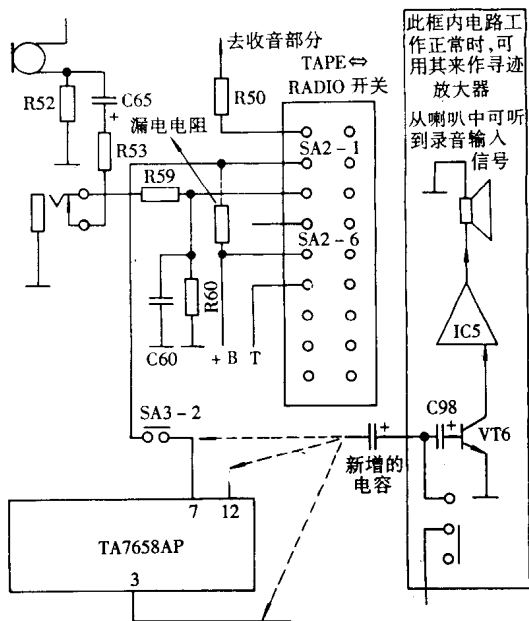

图 83
(1)按图 83 中虚线所示的方法在电容 C98 负极端外接一只 $4.7\mu\text{F}/10\text{V}$ 的电解电容。
(2)将外接电容的负极接到 TA7658AP 输出端③脚拾取一信号,这时从喇叭中可以听到正常的交流声(此时应将收、录转换开关置于录音状态),音量开大时有反馈啸叫声;又从 TA7658AP 另一通道输出端⑫脚拾取一信号,喇叭中有明显的交流“嗡嗡”声。由此可以判定信号是从⑨脚输入端窜入的。将话筒用电解电容短路,交流声依然存在。最后查出,干扰源来自 TAPE(磁带)/RADIO(收音)转换开关上。
小结:如图 83 所示,在收音/磁带转换开关上,SA2-1 与 SA2-6 是相邻的两组开关。SA2-6 上加有纹波系数很大的电源电压 +B。由于该机使用时间较长,积尘甚多,SA2-1 至 SA2-6 的绝缘电阻实测仅几十千欧,且不稳定。这就等于在 TA7658AP 的输入端叠加了一个相当大的工频干扰信号。由于该信号大于话筒输出信号,ALC 电平由该干扰信号决定,从而使 TA7658AP 前级的增益下降。这样,不仅使本声道,同时也使另一声道的话筒信号“淹